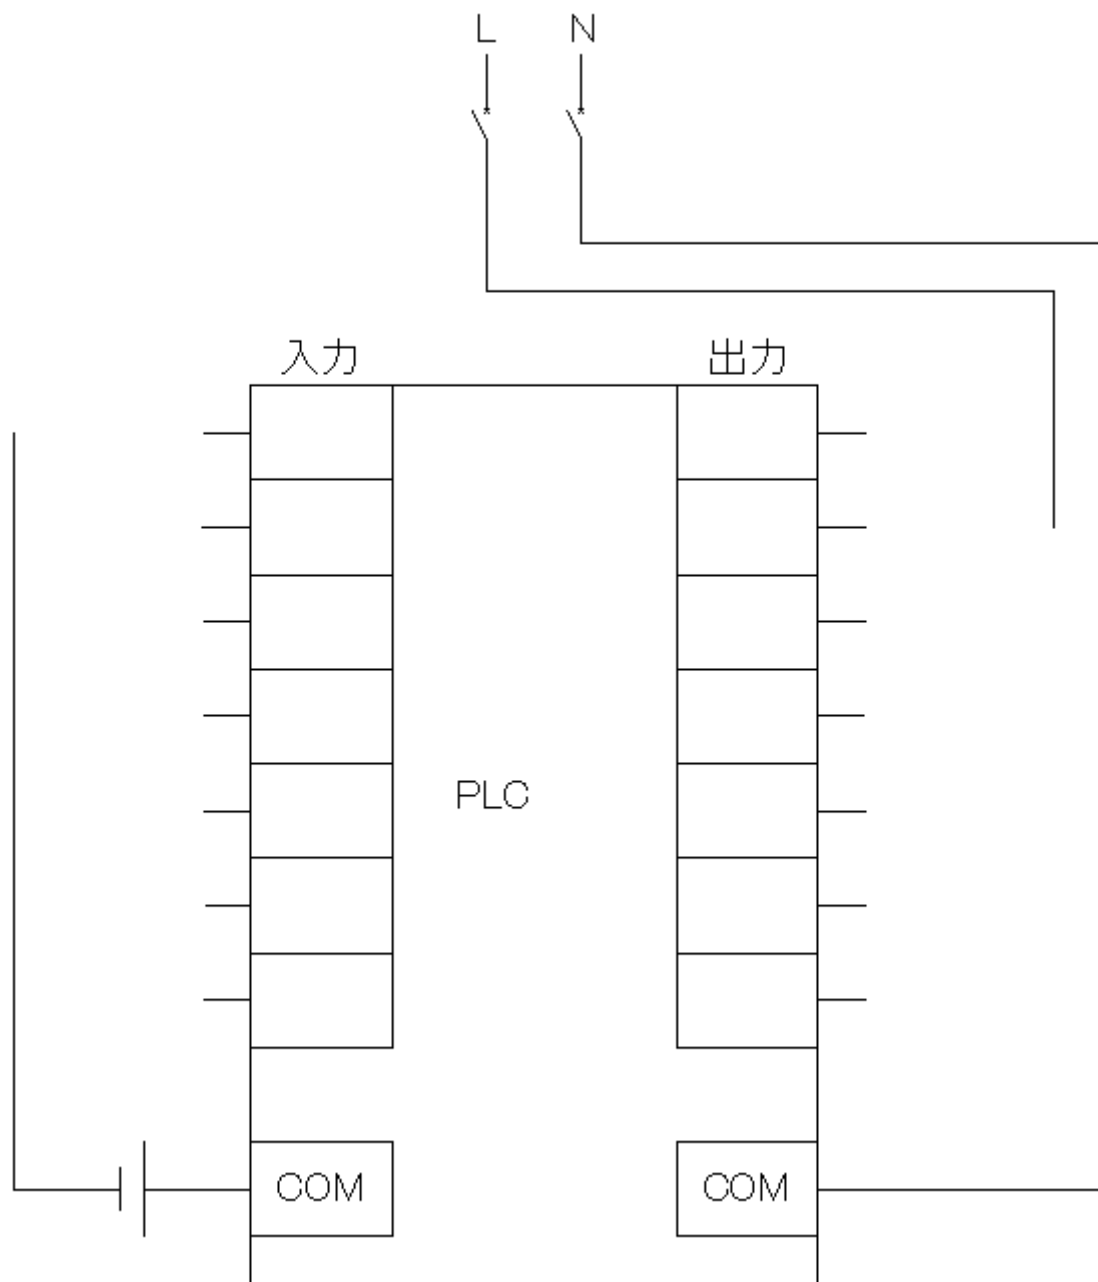

図 4 PLC 外部機器接続図
3. 図 4 に示す PLC 外部機器接続図を作成しなさい。